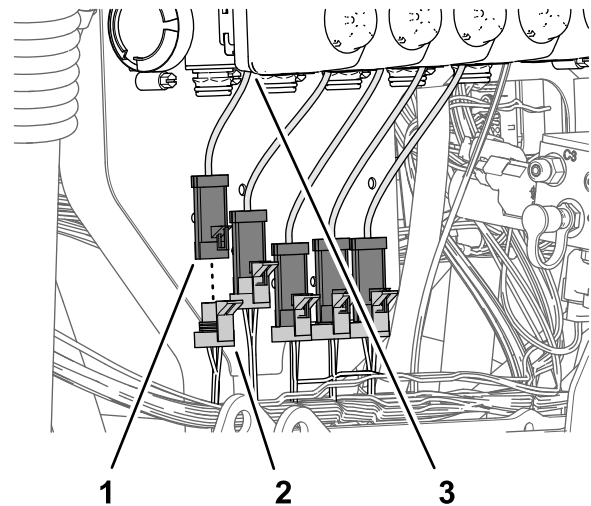

Figura 116
2. Conecte el conector hembra de 3 vías (Figura 116) de la rama de 89 cm del arnés de cables del kit marcado NOZZLE VALVE 1 en el conector
3. Conecte el conector hembra de 3 vías (Figura 116) de la rama de 89 cm del arnés de cables del kit marcado NOZZLE VALVE 2 en el conector de 3 pines del actuador de la válvula (posición 2).
4. Conecte los demás conectores hembra de 3 vías de la rama de 89 cm del arnés de cables del kit a los conectores de 3 pines de los actuadores de las válvulas (Figura 116).